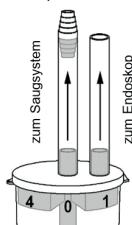

Abb. 1
- Подсоедините шланг от среднего патрубка сифона к системе всасывания (рис. 1).
- Подключите внешний разъем к эндоскопу (Рис. 1).